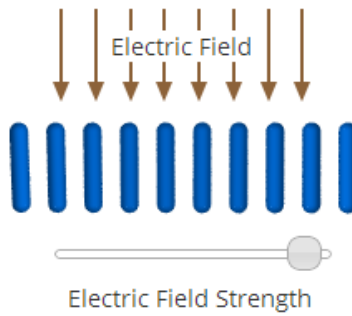
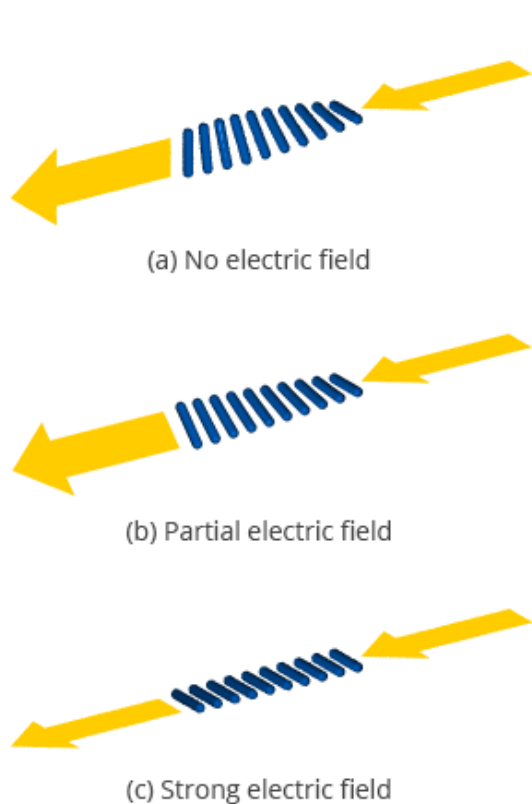

図 54: 液晶のインプレーンスイッチング
図 55: 液晶が持つ光の偏光への影響
LCD は一般的にねじれネマティック (TN) クリスタルを使用します。TN 液晶の分子は図 54 が表すように円柱状であり、ねじれた配列パターンを持ちます。(リンク先のスライダを左へ動かしてください。) 最初の分子は最後の分子と垂直の角度を持ち、間の分子達は自動的にねじれた配列をくむように並びます。
この液晶は LCD の機能に欠かせない特別な性質を 2 つ持っています。1 つ目は電界を用いた場合、電界にそって配置を合わせる事が出来ます。図 54 のリンク先の図では、スライダを右に動かして電界の強度を上げると、電界中の分子はねじれを解きます。強い電界の場合は分子は全て電界に合わせて並びます。2 つ目の性質は、液晶自身を通る光の偏光を曲げる事が出来ます。図 55 から分かるように、電界なしでは、分子は偏光平面を  $90^\circ$  回転させる事ができます。つまり水平の偏光の光は垂直の偏光を持つ事になります。最大の強さではない電界を用いる場合は偏光平面は垂直と水平の間の角度をとります。強い電界を使用した場合は、光は偏光に影響がないまま通過します。次にどのように偏光子と液晶を連携させ LCD ピクセルの明るさが調節できるかを見てみましょう。